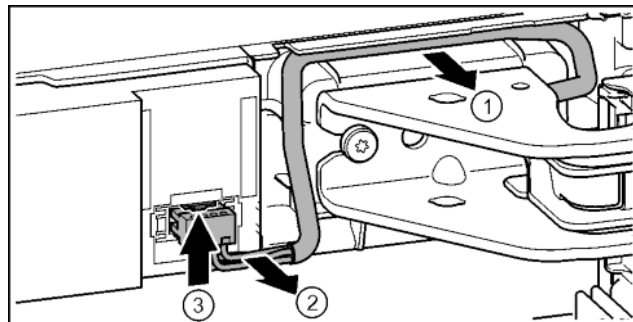

Fig. 18
► Осторожно освободить кабель над опорным кронштейном из направляющей. Fig. 18 (1)
► Аккуратно вытянуть жилы кабеля из канала. Fig. 18 (2)
► Прижать соединительную накладку вверх и осторожно вынуть штекер. Fig. 18 (3)